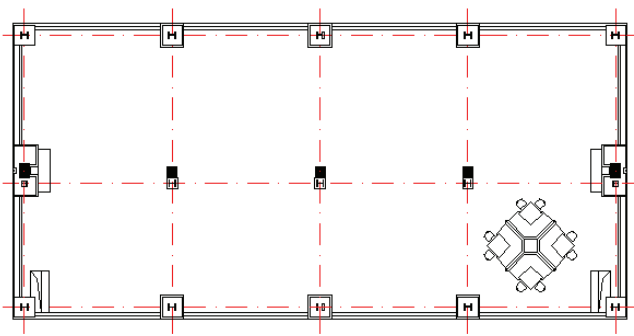

图 4-32 原始图形
- 1 在“快速访问”工具栏中单击“打开”按钮, 选择“矩形阵列即学即练.dwg”图形文件并打开，文件中的原始图形如图 4-32 所示。